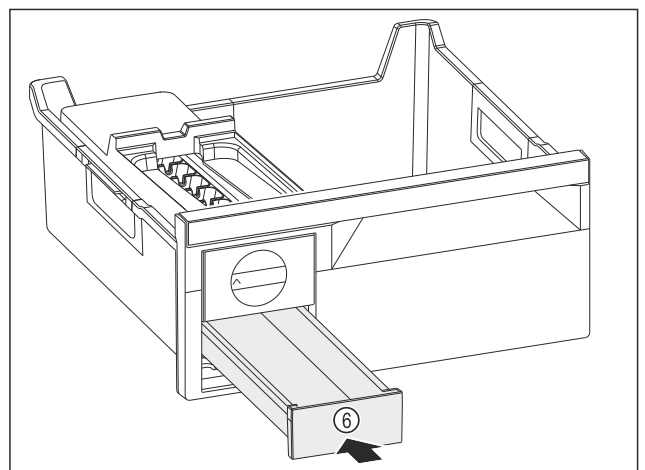

Fig. 141
- ▶ Lükake jääkuubikusahtel Fig. 141 (6) sisse.